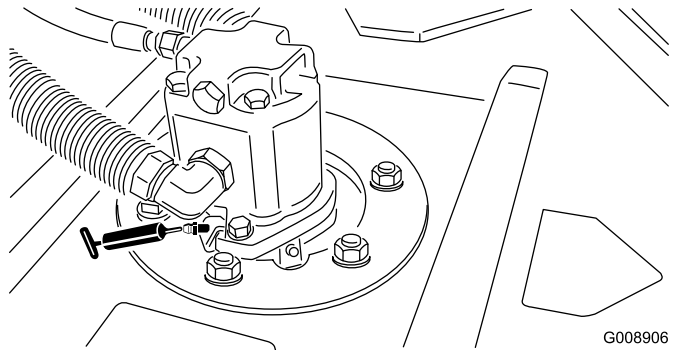

図 44
- カuttingユニットのスピンドルシャフトのベアリングユニットあたり2ヶ所(図 44)